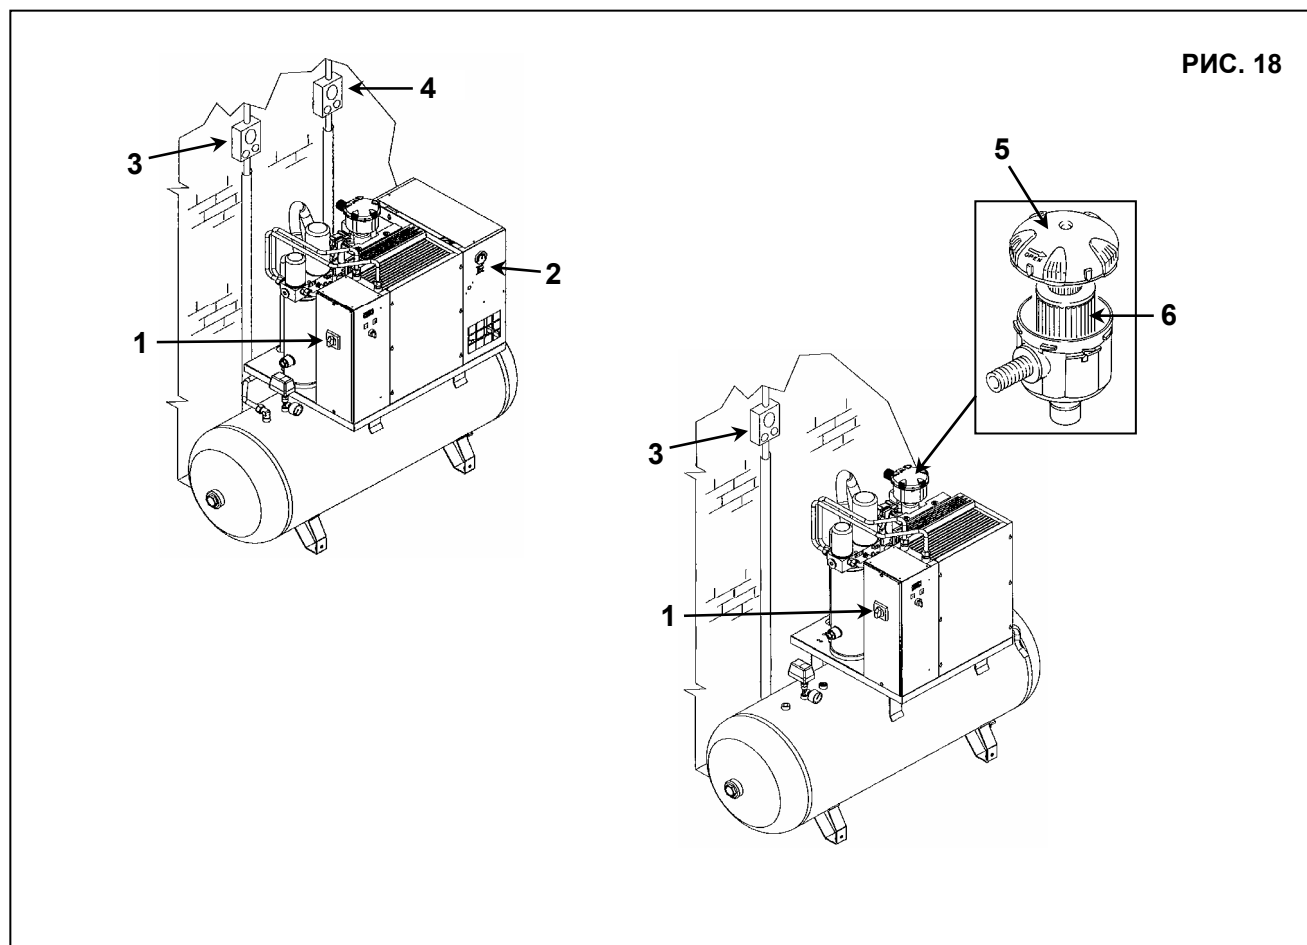

РИС. 18
- Выключите установку, переведя разъединитель, поз. 1, Рис. 18, в положение "OFF".
- Нажмите кнопочный выключатель поз. 2, Рис. 18 (при его наличии на осушителе)
- Снимите фильтр, поз. 6, рис. 18